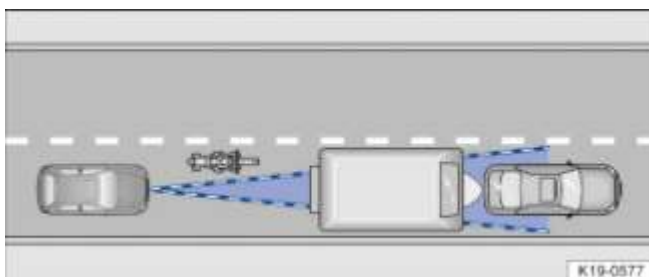

Fig. 113 Véhicule compact
- Véhicules circulant en dehors de la zone du capteur à une faible distance de votre véhicule, par ex. des motos → Fig. 113.